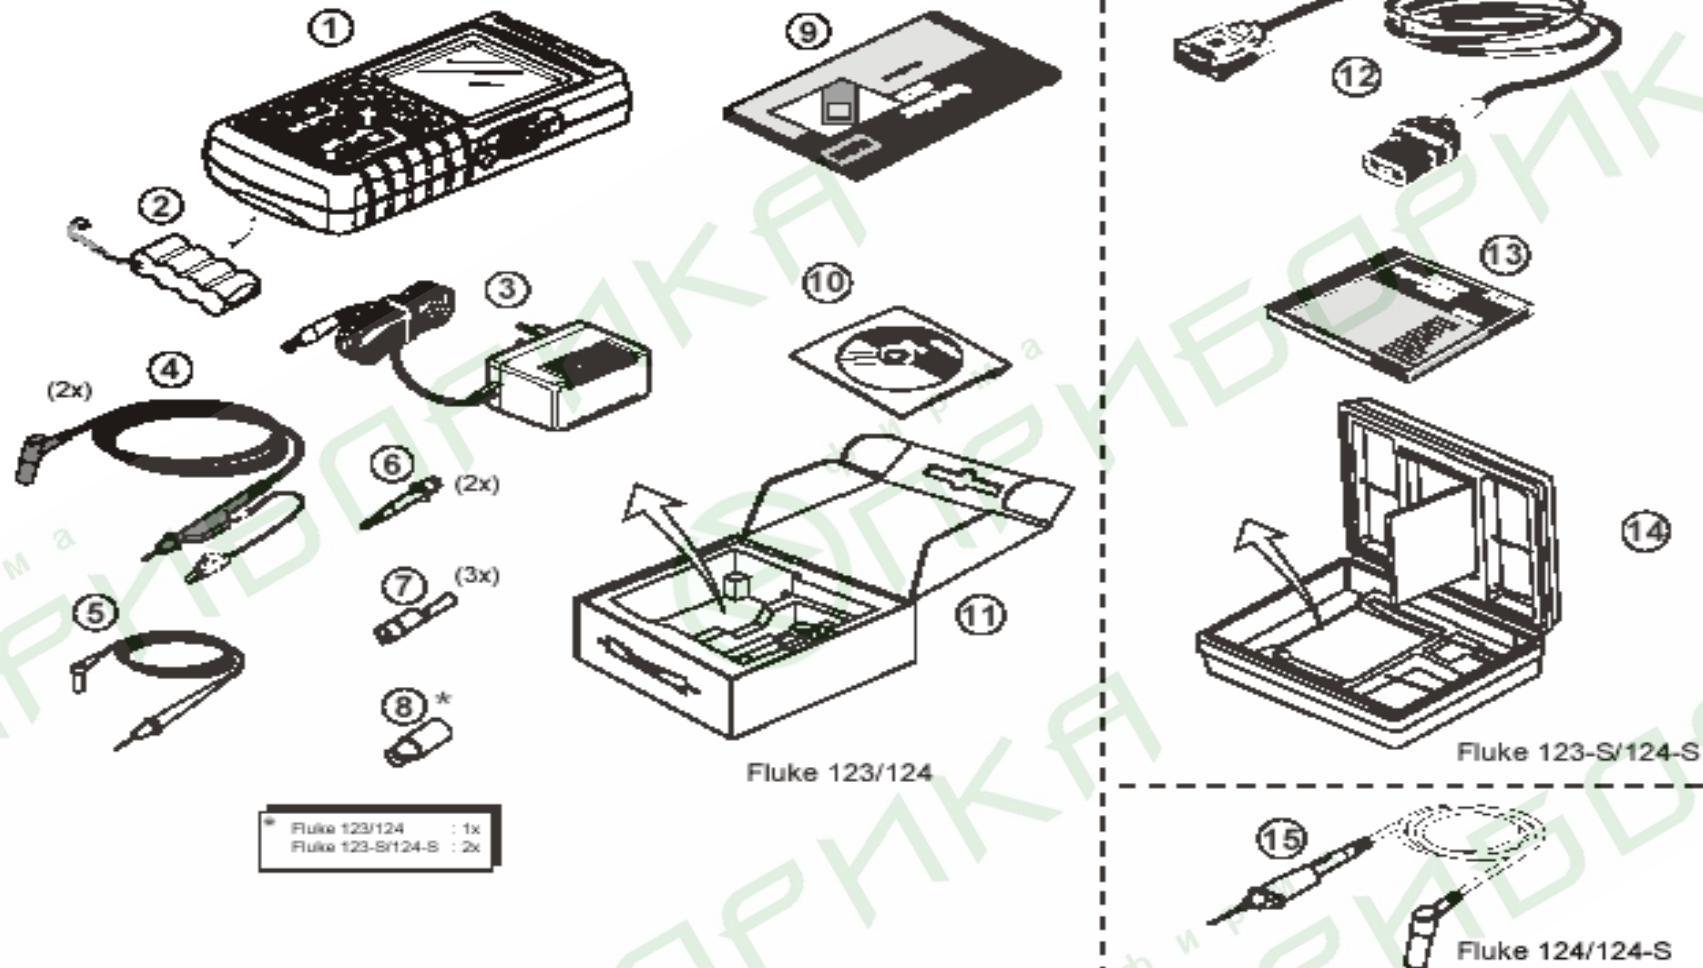

Рис. 1: измерительный комплект ScopeMeter
В измерительный комплект включены следующие предметы (см. рис.1):
- ◆ не подсоединяйте провод заземления (рис.1 предмет 5) к напряжению более 42 В (30 В среднекв.)